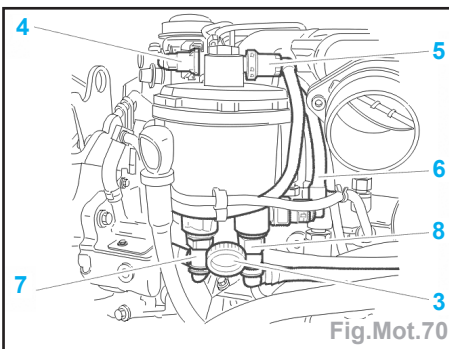

Fig.Mot.70
- Ouvrir la vis de purge (3) (Fig.Mot.70).